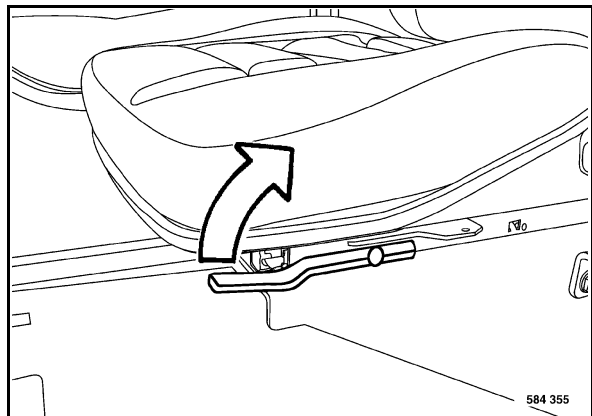

Fig. 72
- Ajustar el asiento en sentido longitudinal, a este efecto hay que alzar la palanca (Fig. 72) y desplazar el asiento hacia delante o atrás.